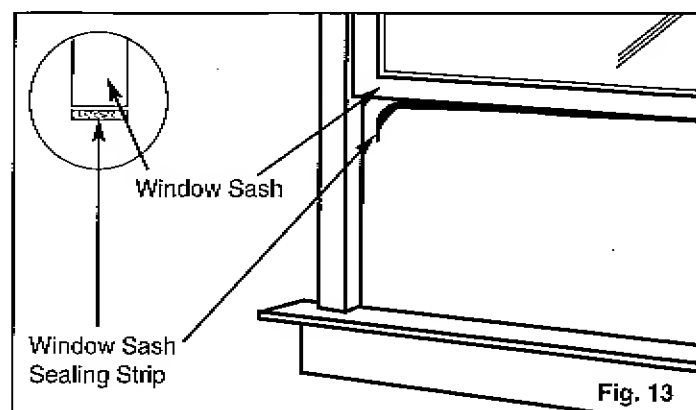

Fig. 13
- Coupez la première lisière à calfeutrer en mousse pour qu'elle se fixe adéquatement au-dessous du bas du châssis de la fenêtre. Enlevez le dos détachable de la mousse et fixez-le au cadre. Voir Fig. 13.
D. Cut the first foam sealing strip to fit the underside (bottom) of the lower window sash. Remove the peel-off backing on the foam and attach the foam strip to the sash. See Fig. 13.